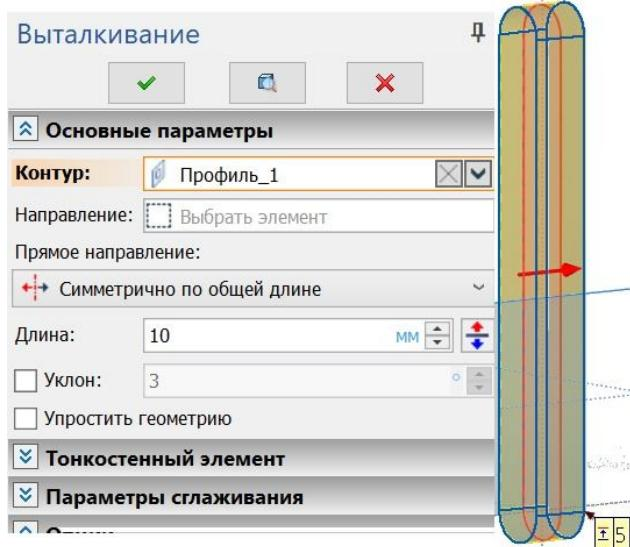

Рис. 1.3 – Операция выталкивания
1.6.4 Завершите  создание 3D профиля. На панели «Операции» выберите операцию «Выталкивание»  . В основных параметрах в поле «Прямое направление» (см. рисунок 1.3) выберите «Симметрично по общей длине». В поле «Длина» введите  $h$  мм. Сохраните документ .